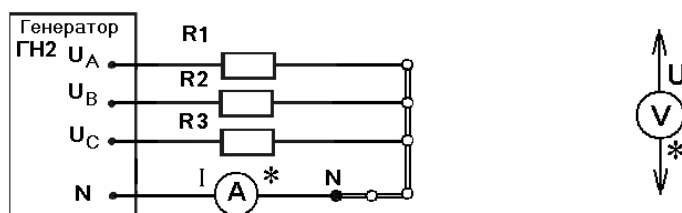

Рис. 1
1.1. В качестве активной **симметричной** нагрузки для электрической схемы рис. 1 использовать следующие элементы стенда СЗ-ЭТ01:
2.1. В качестве активной **несимметричной** нагрузки для электрической схемы рис.1 использовать следующие элементы стенда СЗ-ЭТ01: